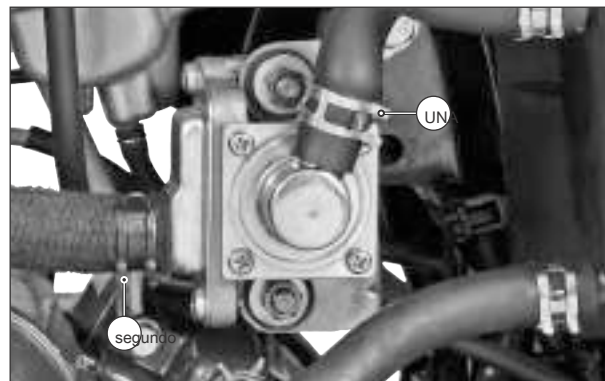

Fig. 4.36
- Dislocar la abrazadera de la manguera (A) de entrada de aire de la manguera y desconectar la manguera de la válvula de inyección de aire secundario. (Fig. 4.36)
- Del mismo modo, dislocar la abrazadera de la manguera (B) de la manguera salida de aire y desconecte la manguera de la válvula de inyección de aire secundario. (Fig. 4.36)